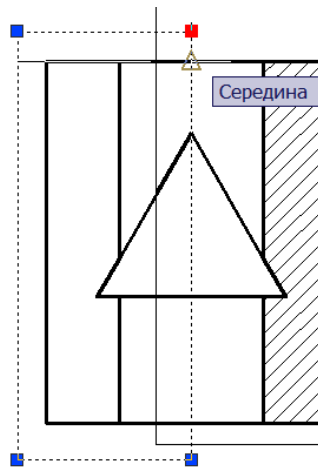

Рис.5.33
- б) щёлкнуть правую верхнюю «ручку» рамки и с привязкой **Середина (Midpoint)** щёлкнуть точку на середине верхнего основания призмы (рис.5.33);